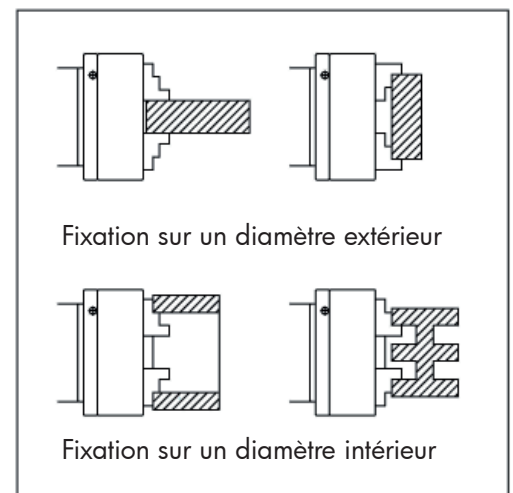

Fig. 32 Exemples de pièce montée dans un mandrin à 3 mors
3. Utilisez la clé de mandrin pour actionner les mors et monter la pièce à usiner sur le mandrin, selon l'un des méthodes illustrées sur la figure 32. Assurez-vous que la pièce est solidement fixée sur le mandrin.